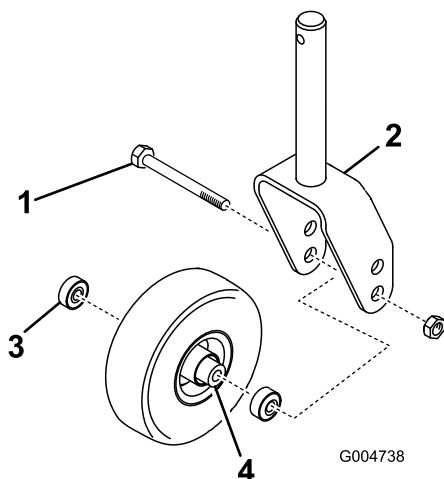

Figure 108
1. Retirez le contre-écrou du boulon qui fixe la roue pivotante entre la fourche ou le bras de pivot (Figure 108).
2. Maintenez la roue pivotante et sortez le boulon de la fourche ou du bras de pivot (Figure 108).
3. Enlevez le roulement du moyeu de la roue et laissez tomber la douille d'écartement à l'extérieur (Figure 108).
4. Enlevez le roulement de l'autre côté du moyeu (Figure 108).